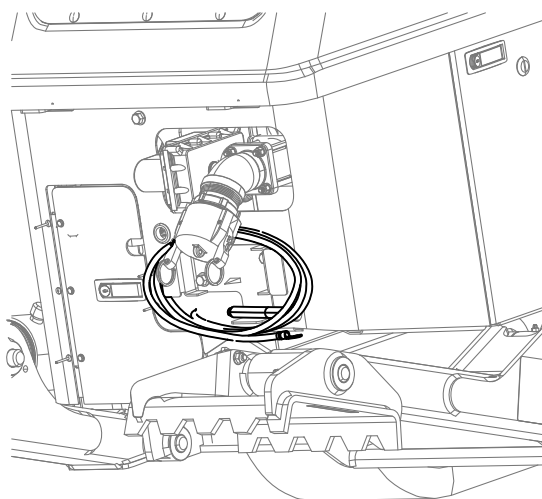

Рисунок 49
1. Извлеките кабель заземления из места его хранения в задней части машины (Рисунок 49).
9. Уложите кол заземления в держатель в задней части машины (Рисунок 49).